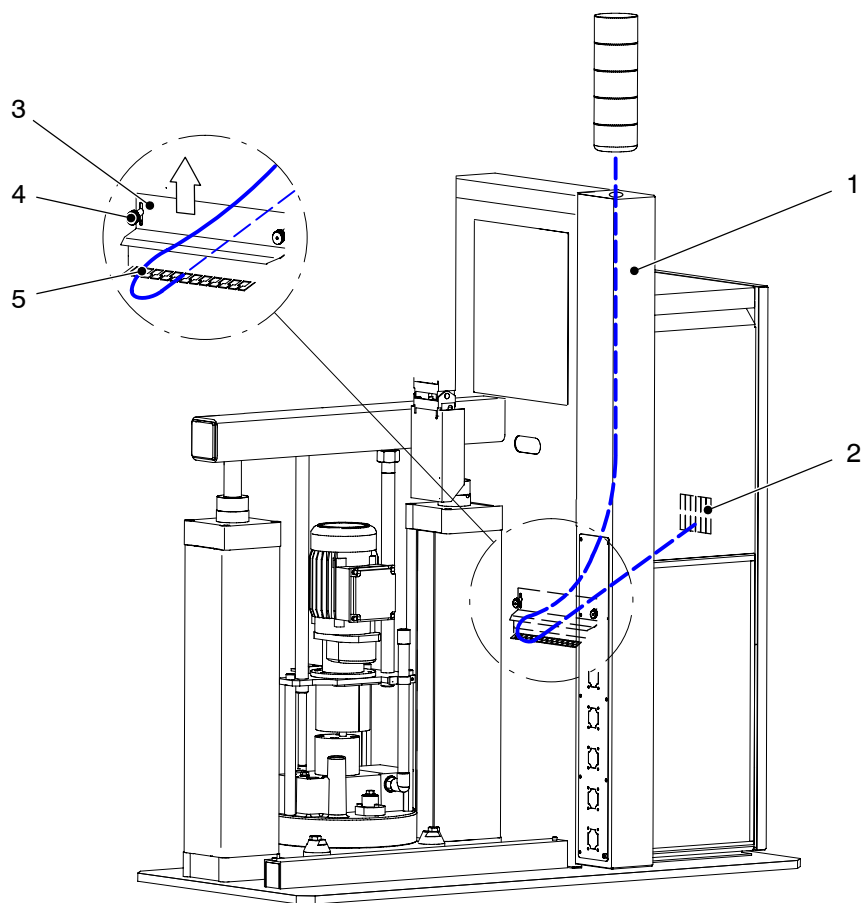

Fig. 3-6
1. Quebre e retire a chapa pré-recortada situada na parte superior da coluna (1, fig. 3-6).
6. Desaperte as porcas recartilhadas (4) da cantoneira de suporte *passagem de cabos* (3). Desloque a cantoneira de suporte para cima, dentro do orifício oblongo.